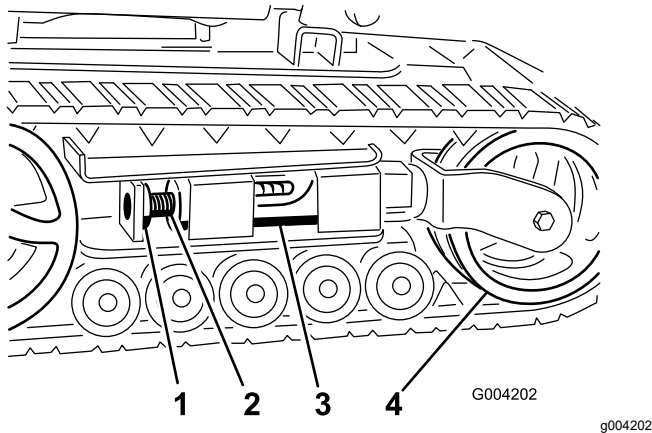
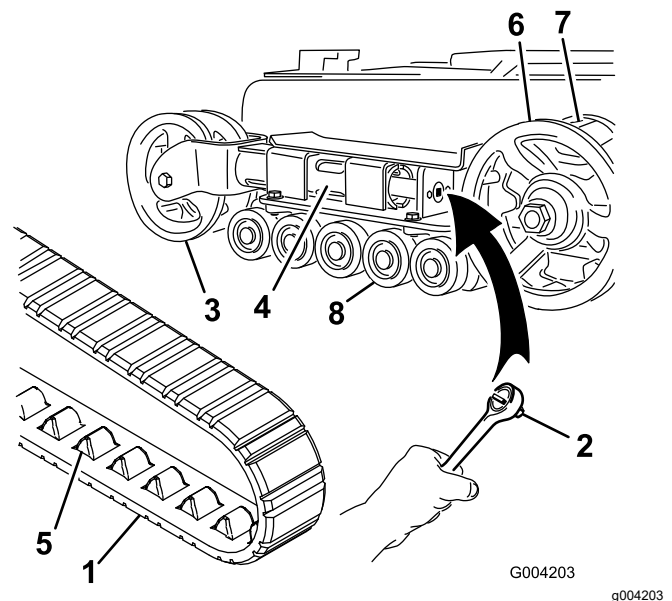
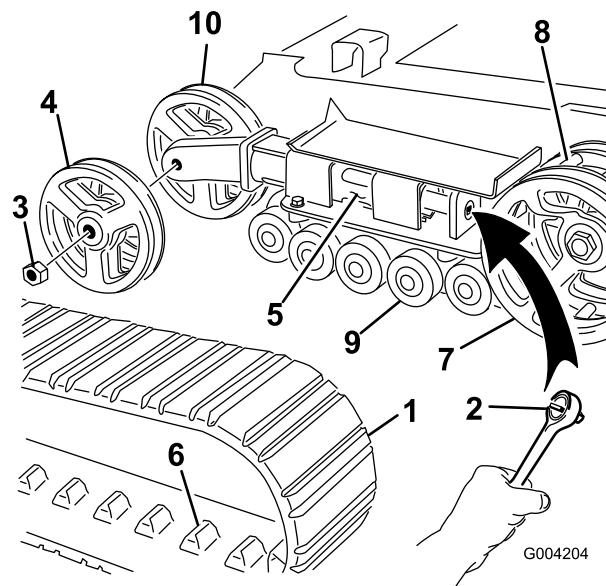

図 45
図 46
図 47
4. ロッキングボルトとナットを外す 図 45。
6. テンションねじのノッチのうち、ロッキングボルトの穴に一番近いノッチを穴に合わせ、ねじを溝をローラを適切な穴に合わせてセットし、シャフトを通してボルトとナットで固定する 図 45。
**注** 細幅クローラの場合は、前側テンションホイールが、テンションチューブの端部のフォークの内側に取り付けられています 図 46。
5. 1/2" のドライブレンチを使用して、テンショニングねじを左にまわしてドライブテンションを解放する 図 45 と 図 46。
6. テンションホイールをユニットの後方に向かって押してテンションチューブをフレームに当てる 図 46。フレームに当たらない場合は、テンショニングねじを更に回す。
8. テンションホイールからクローラが外れたら、駆動スプロケットとロードホイールからもクローラを外す 図 46。
9. 駆動スプロケットからスタートして、新しいクローラをスプロケットに巻きつけるようにして取り付けるクローラについている爪がスプロケットのコグにはまるように取り付けること 図 46。
10. ロードホイールとロードホイールの間にクローラを押し込む 図 46。
**注** 広幅クローラの場合は、前側テンションホイールが、テンションチューブの端部の側部に取り付けられています 図 47。
4. ロックボルトとナットを外す 図 45。
5. 1/2" のドライブレンチを使用して、テンションねじを左にまわしてドライブテンションを解放する 図 45 と 図 47。
6. テンションホイールをユニットの後方に向かって押してテンションチューブをフレームに当てる 図 47
7. 外側のテンションホイールを固定しているナット外して右ホイールを取り外す 図 47。
8. クローラを取り外す 図 47。
9. 内側のテンションホイールを固定しているナット外して右ホイールを取り外す 図 47。
13. 先ほど取り外したナットで、内側テンションホイールを元通りに取り付ける 図 47。
15. 新しいクローラのラグが、駆動スプロケットの真ん中にある2つのスペーサの間に嵌るように取り付けする 図 47。
16. 先ほど取り外したナットで、外側テンションホイールを元通りに取り付ける 図 47。